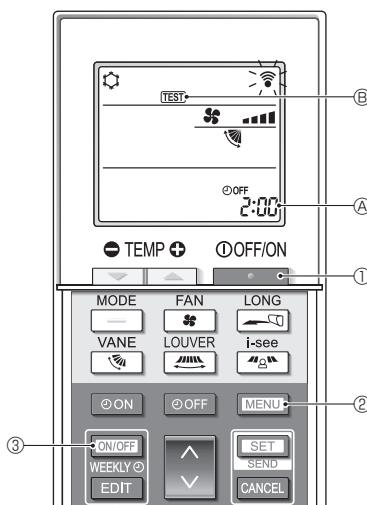

Fig. 7-5
■ Essai de fonctionnement (Fig. 7-5)
- Appuyez sur le bouton ① pour arrêter le climatiseur.
- Si la minuterie hebdomadaire est activée (WEEKLY est affiché), appuyez sur le bouton ON/OFF WEEKLY ③ pour la désactiver (WEEKLY disparaît).
- Appuyez sur le bouton MENU ② pendant 5 secondes.
- Appuyez sur le bouton MENU ②.
- TEST ④ s'allume et l'appareil entre en mode essai de fonctionnement.